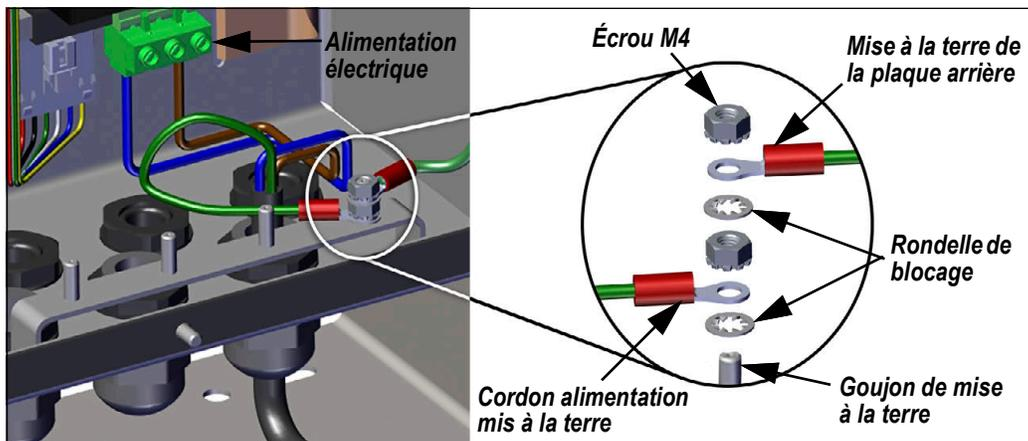

Figure 2-6. Branchement du câble d'alimentation en courant continu
1. Faites passer le cordon d'alimentation CC (non inclus) à travers le presse-étoupe (Figure 2-6).
2. L'un des fils sera terminé au niveau d'un goujon (avec empilage de mise à la terre) à proximité du presse-étoupe. Le fond de la plaque arrière est déjà attaché à un goujon. Retirez-le afin que la mise à la terre du cordon d'alimentation se trouve au bas de l'empilage de pièces, comme indiqué dans la Figure 2-6. Serrez les écrous à 1,13 N-m (10 po-lb).
3. Faites passer les deux autres fils sur le côté du boîtier et raccordez-les à la fiche à trois broches (incluses dans le sac de pièces détachées) qui se raccorde à la carte d'alimentation, comme indiqué dans la Figure 2-6 et au Tableau 2-2.